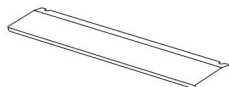

Figura 29
1. Un panell de seguretat està dissenyat per protegir el panell de comandaments i els botons quan el forn està en mode de cuinar a la graella. (figura 29)